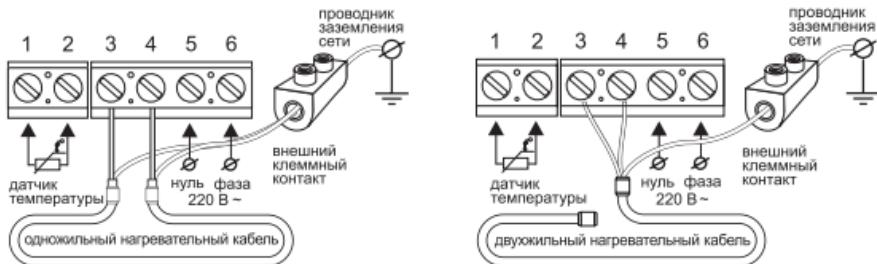

Рис. 4
Выводы нагревательной секции или мата подключаются к клеммам 3 и 4; вывод экрана оплетки (желто-зеленый провод) – к линии защитного заземления (РЕ) через внешний клеммный контакт (не входит в комплект поставки) (рис. 4).
1. Выполните подключение согласно рис. 4.